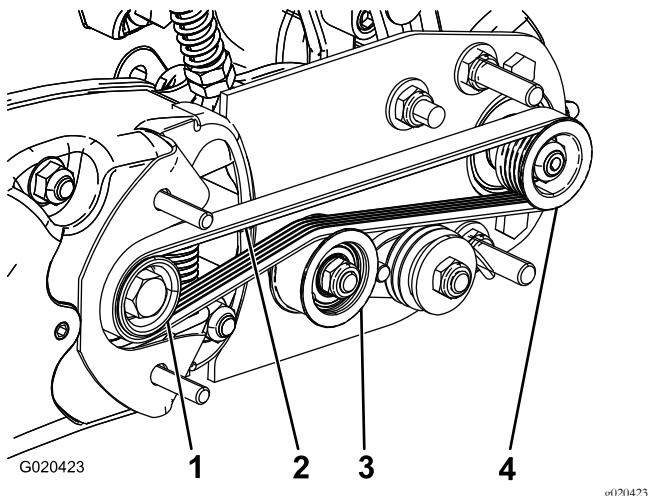

Figura 11
1. Avvolgete la cinghia intorno alla puleggia motrice e successivamente intorno alla parte superiore della puleggia tendicinghia (Figura 11).